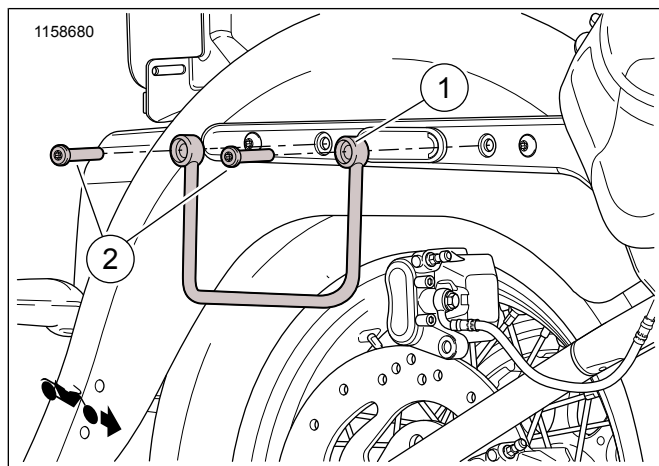

Figure 2. Mga Pamalit na Piyesa: Mga Pansuportang Rail ng Saddlebag
Tingnan ang Figure 2 at Talahanayan 1
4. Figure 2 Ikabit ang pansuportang rail (1) suporta ng fender sa likod gamit ang turnilyo (2) na galing sa kit.
6. Figure 2 Ikabit ang pansuportang rail (1) suporta ng fender sa harap gamit ang turnilyo (2) na galing sa kit.